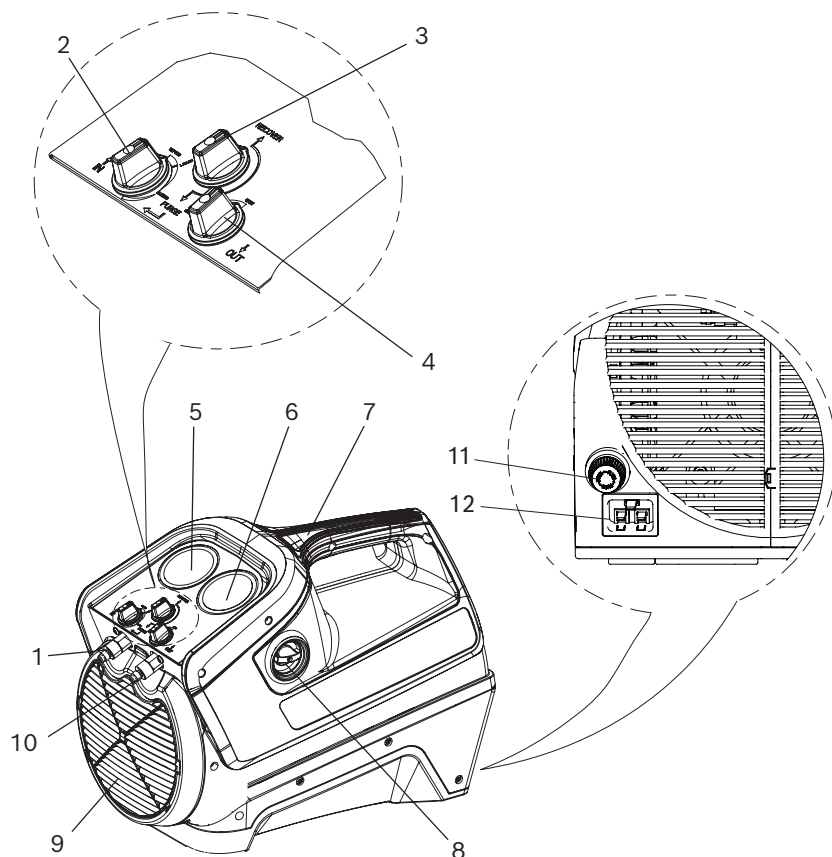

Abb. 1: RG4.0 – Übersicht
- Einlassöffnung (Abb. 1, Pos. 1) - Dient zum Anschluss des RG4.0 an eine Klima- oder Kälteanlage über einen Filter.
- Auslassöffnung (Abb. 1, Pos. 10) - Dient zum Anschluss des RG4.0 an den Kältemittelbehälter.
- Einlassregelventil (Abb. 1, Pos. 2) - Dient zum:
- Auslassregelventil (Abb. 1, Pos. 4) - Dient zum Regeln des Kältemittelabflusses vom RG4.0 zum Kältemittelbehälter.
- Absaug-/Spülventil (Abb. 1, Pos. 3) - Dient zum:
- Einlassmanometer (Abb. 1, Pos. 5) - Misst den Druck am Einlass des RG4.0.
- Auslassmanometer (Abb. 1, Pos. 6) - Misst den Druck am Auslass des RG4.0.
Der Hauptschalter (Abb. 1, Pos. 8) dient zum Ein-/Aus-schalten des RG4.0.